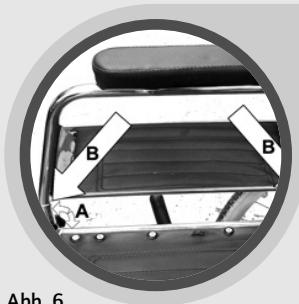

Abb. 6
- Drehen Sie die kleine Sternschraube am Vorbau des Rollstuhls nach links (A)
- Ziehen Sie nun das Seitenteil nach oben heraus (Abb. 6)
- Stecken Sie das Seitenteil vorn und hinten in die Rahmeneaufnahme (B)
- Drehen Sie die Sternschraube rechtsherum wieder fest (A)(Abb. 6)